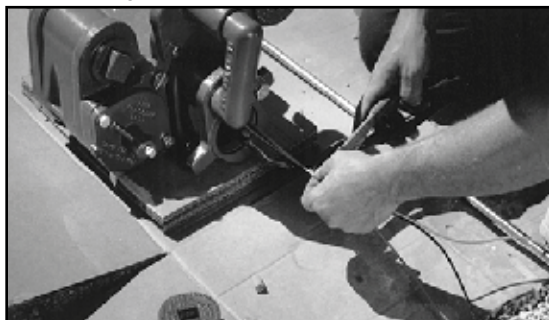

Figura 9: Mida y corte los cables
20. Mida aproximadamente 6 pulgadas de cable desde el colector de descarga; corte el exceso de cables y bótelos (Figura 9).